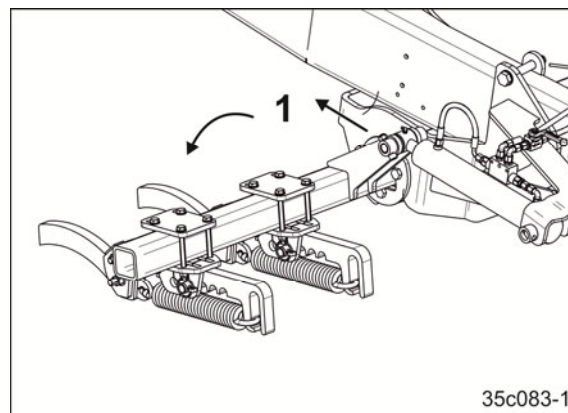

Fig. 224
1. Drej traktorhjulsporløsnere i arbejdsstilling (Fig. 224/1):
1. Drej traktorhjulsporløsnere i transportstilling (Fig. 224/1):